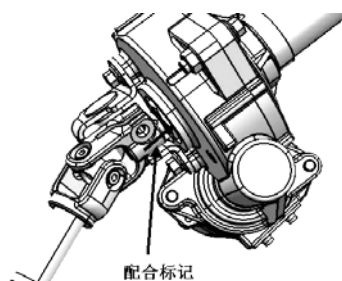

图14
(1) 在转向管柱上段和转向管柱中段上做配合标记，如图14所示。
(2) 拆下螺栓和中间轴。